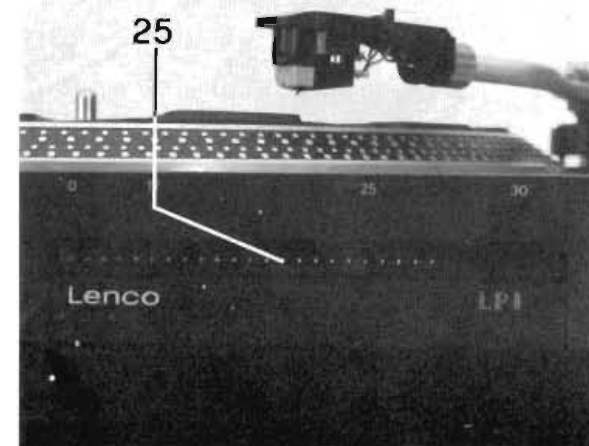

Fig. 16
2. Remplacez, à la main le bras sur son support (10). L'appareil s'arrêtera automatiquement.
**Le tout nouvel indicateur digital de la position de l'aiguille LPI (Lenco Position Indikator)** sur la face avant de l'appareil (fig. 16, 25) permet de repérer à distance la position de l'aiguille sur le disque; il permet aussi de retrouver aisément le point de départ d'une partie quelconque d'un enregistrement. L'indication précise des différents diamètres de disques: 30, 25 ou 17 cm garantit le repérage facile du sillon de départ dans lequel devra descendre l'aiguille lectrice.